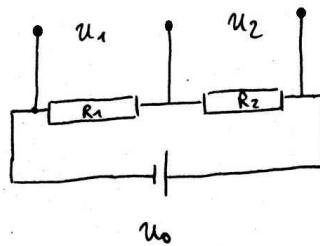

Abbildung 3: Reihenschaltung zweier Widerstände R_1 und R_2 .
1. Reihenschaltung: beide Widerstände werden vom gleichen Strom durchflossen (keine elektrischen Abzweigungen), siehe Abb. 3.